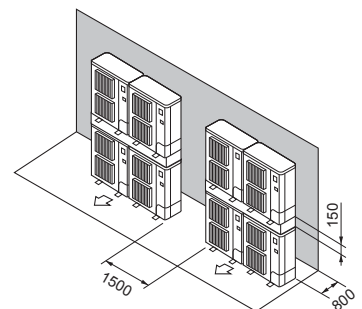

Fig. 2-15
- ⑦ İstifli ünite düzeni (Fig. 2-15)